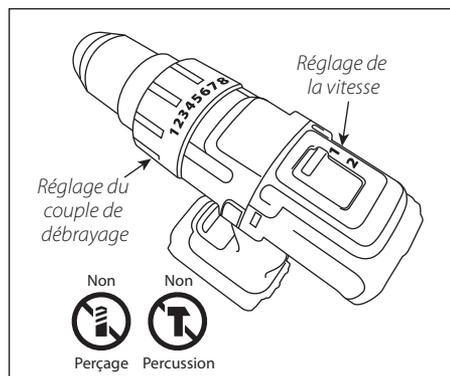

FIGURE 6
3. Régler la perceuse sur sa vitesse la plus basse (niveau « 1 » ou « Lo » sur la majorité des perceuses). **VOIR FIGURE 6** Tout autre réglage peut entraîner une perte de contrôle de l'outil.
Le non-respect de cette consigne peut endommager la perceuse ou l'outil attaché. **VOIR FIGURE 6**